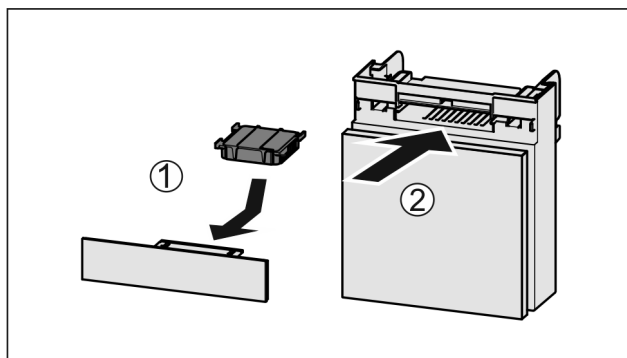

Fig. 273
- Sett inn Fig. 273 (1) aktivkullfilteret etter figuren.
- Skyv inn Fig. 273 (2) hyllen.